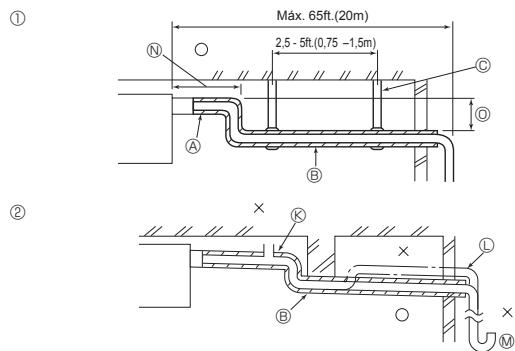

Fig. 4-1
- Utilice la manguera de drenaje adjunta para cambiar la dirección de la tubería de extracción. (Fig. 4-1)
- ① Tubería correcta
② Tubería incorrecta
③ Aislamiento (3/8 in. (9 mm) o más)
④ Pendiente de descenso de 1/100 o más
⑤ Metal de soporte
⑥ Expulsador de aire
⑦ Elevado
⑧ Retención de olores
⑨ Déjela tan pequeña como sea posible
⑩ Déjela tan grande como sea posible (aprox. 4 in. (10 cm))